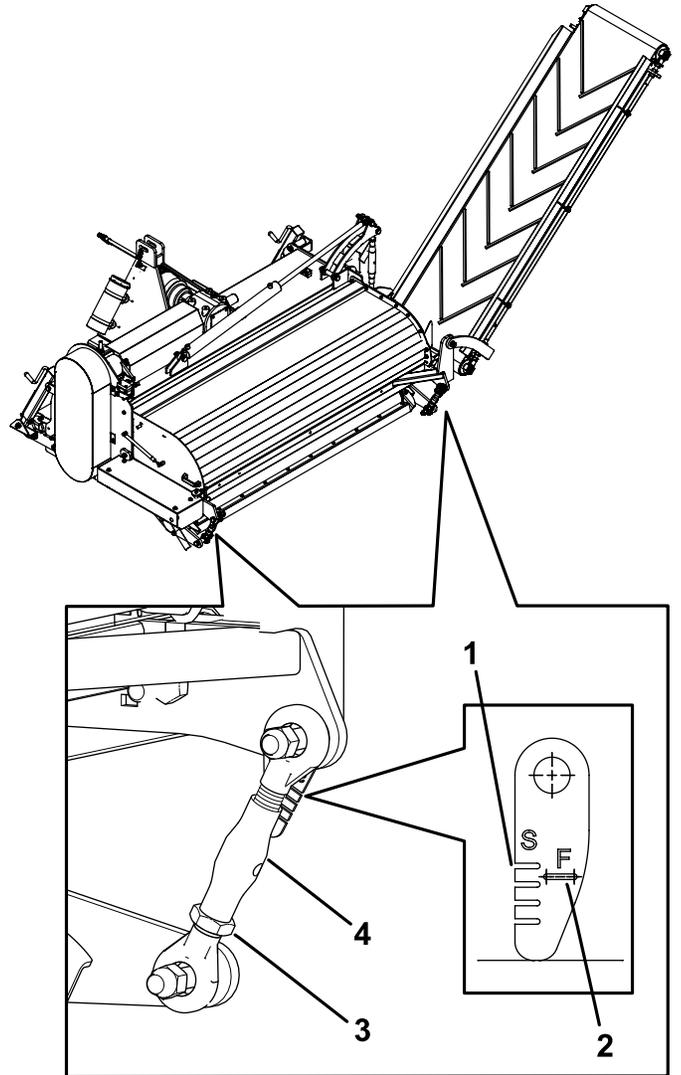

Figure 21
- Réglez les biellettes arrière jusqu'à ce qu'elles soient alignées sur la fente de fraisage de la jauge (Figure 21).
- Resserrez l'écrou de blocage de chaque biellette arrière (Figure 21).
Vérifiez que le rouleau arrière est réglé dans la fente de fraisage, comme montré à la Figure 21.
Vérifiez que le rouleau arrière est réglé dans la fente de scarification, comme montré à la Figure 21.
2. Ajustez les biellettes arrière jusqu'à ce qu'elles soient alignées sur la fente de scarification de la jauge (Figure 21).
3. Resserrez l'écrou de blocage de chaque biellette arrière (Figure 21).